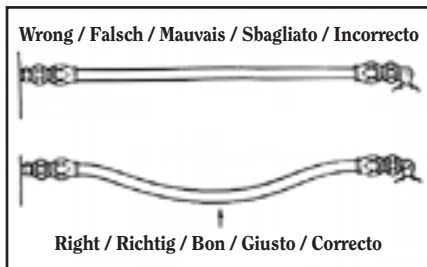

Fig. 2 / Abb. 2
- Remember that the hose will change in length (up to 4% shorter or 2% longer) when pressurized to the maximum operating pressure. Provide slack or bend in the hose to compensate for any changes which might occur. (See Figure 2.)
- Denken Sie daran, dass sich die Schlauchlänge verändert (bis zu 4% kürzer oder 2% länger), wenn er bis zum maximalen Betriebsdruck beansprucht wird. Eine Vorratslänge oder Biegung im Schlauch vorsehen, durch die derartige Veränderungen kompensiert werden können. (Siehe Abbildung 2).
- c. Il faut noter que le tuyau change de longueur (jusqu'à 4% plus court ou 2% plus grand) lorsqu'il est mis en service à la pression maximale de fonctionnement. Prévoir une marge ou une flexion dans le tuyau pour compenser tous les changements éventuels (Voir figure 2).